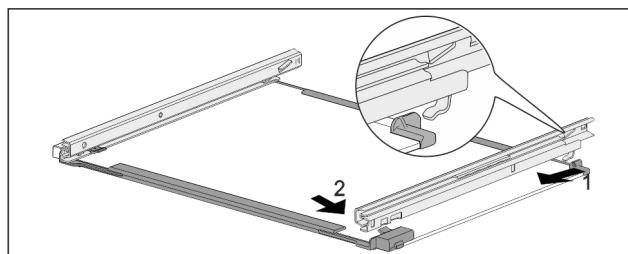

Fig. 149 Скляна пластина з рейками
- Зачепити рейку ззаду. Fig. 149 (1)
- Зафіксуйте рейку спереду. Fig. 149 (2)